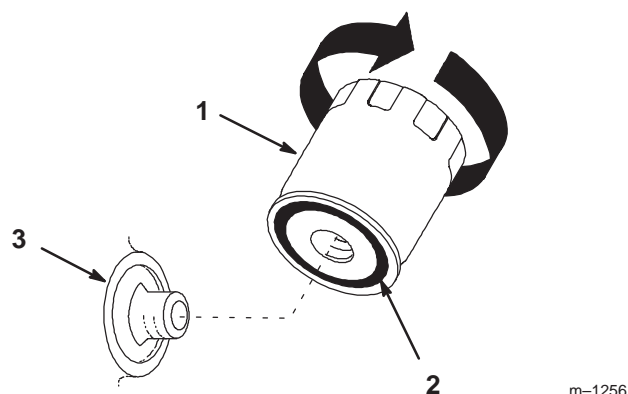

Figure 26
2. Déposez le filtre à huile usagé et essuyez la surface du joint de l'adaptateur (Fig. 26).
3. Appliquez une fine couche d'huile neuve sur le joint en caoutchouc du filtre de rechange (Fig. 26).
4. Posez le filtre à huile de rechange sur l'adaptateur. Tournez le filtre dans le sens horaire jusqu'à ce que le joint rejoigne l'adaptateur, puis donnez 3/4 tour supplémentaire (Fig. 26).